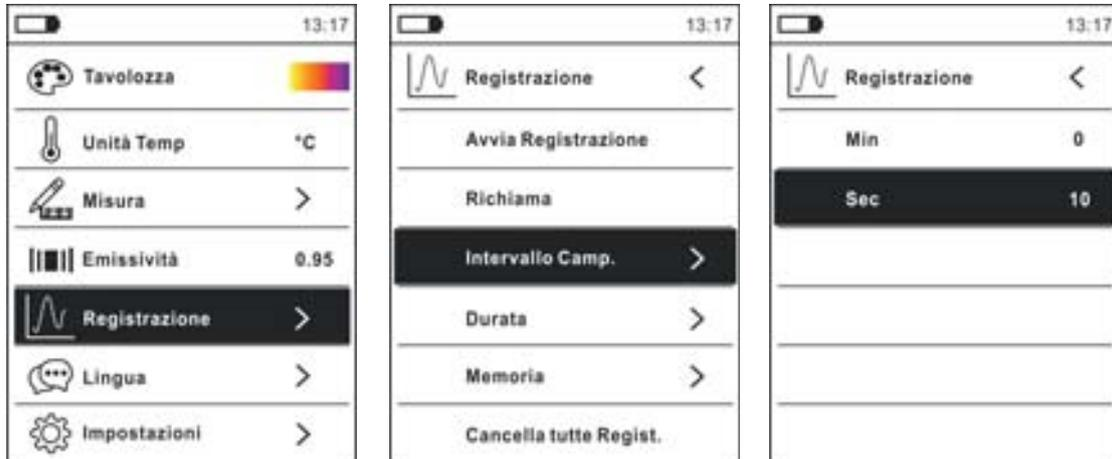

Fig. 35: Funzione data logger – Impostazione intervallo di campionamento
2. Premere il tasto , selezionare la voce “Registrazione” e premere il tasto . La videata di Fig. 35 – parte sinistra è mostrata a display
3. Selezionare la voce “Intervallo Camp.” (vedere Fig. 35 – parte centrale) e premere il tasto  per la definizione dell’intervallo di campionamento della registrazione. La videata di Fig. 35 – parte destra è mostrata a display